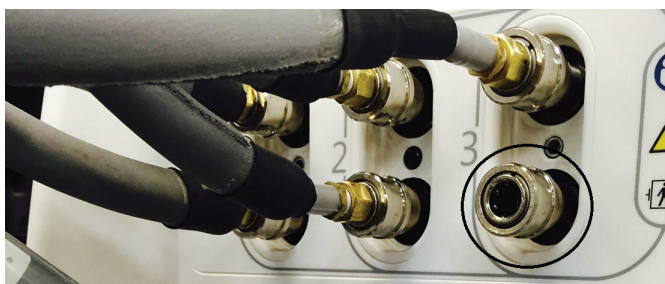

Рисунок 12-29: Отсоединенный шланг
- Отсоедините нижний шланг от правого нижнего порта (Рисунок 12-29 на странице 12-49).